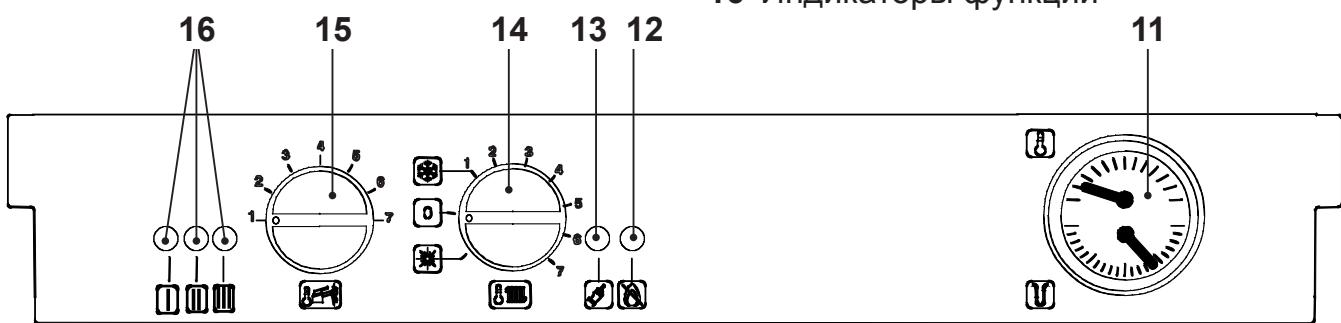

рисунок 1.3
- Включите электропитание котла. Индикатор котла 16 (рисунок 1.3) будет мигать каждые 4 секунды (состояние ожидания).
Квалифицированный монтажник посоветует Вам, как выбрать наиболее подходящую настройку для Вашей системы. Термоманометр (11, рисунок 1.3) позволит Вам контролировать получение данной температуры.